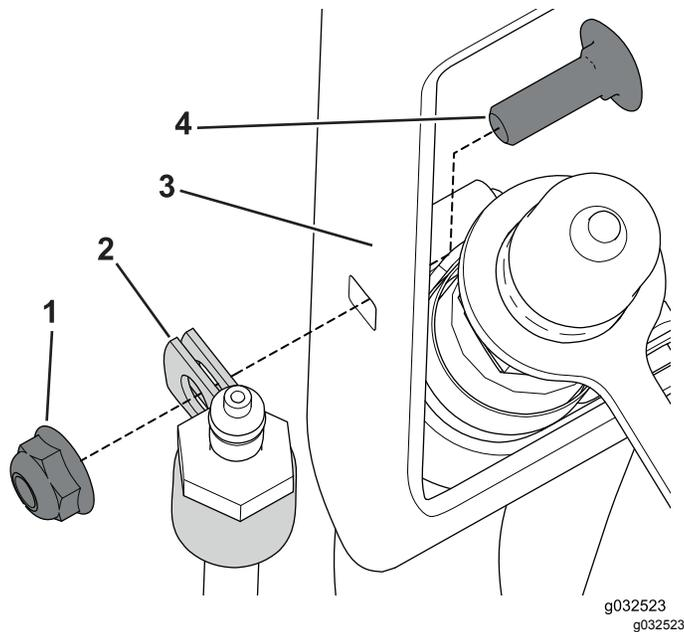

Figura 36
1. Disponete il serratubi a R attorno al connettore del flessibile (Figura 36).
2. Utilizzate il bullone a testa tonda ($\frac{1}{4}$ " x $\frac{3}{4}$ " e il dado per fissare il serratubi a R alla staffa del flessibile (Figura 36).